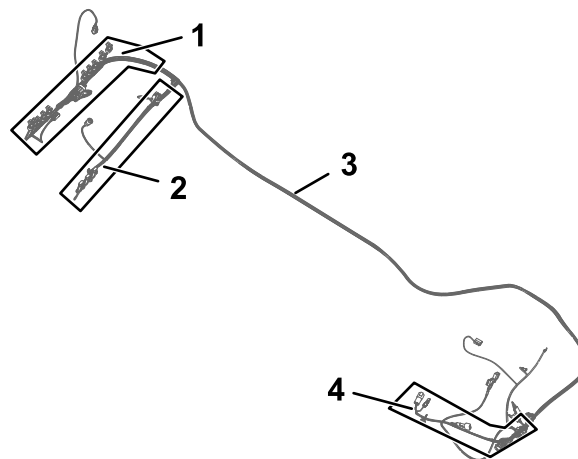

Рисунок 76
1. Найдите ответвления жгута проводов длиной 84 см, 60 см и 66 см из комплекта (Рисунок 76 и Рисунок 77).